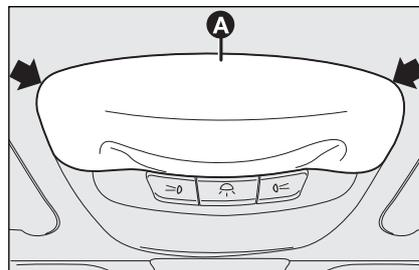

fig. 33
- ❑ agire nei punti indicati dalle frecce e rimuovere il preformato **A**-fig. 33;